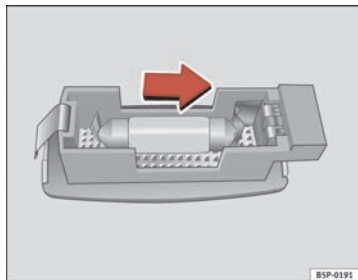

Abb. 197 Ausbau der Leuchte in der Sonnenblende
- Hebeln Sie das Lampenglas mit einem Schraubendreher vorsichtig an der Vertiefung ab, wie dies in der Abbildung gezeigt wird ⇒ Abb. 197.
⇒ Abb. 197. ■